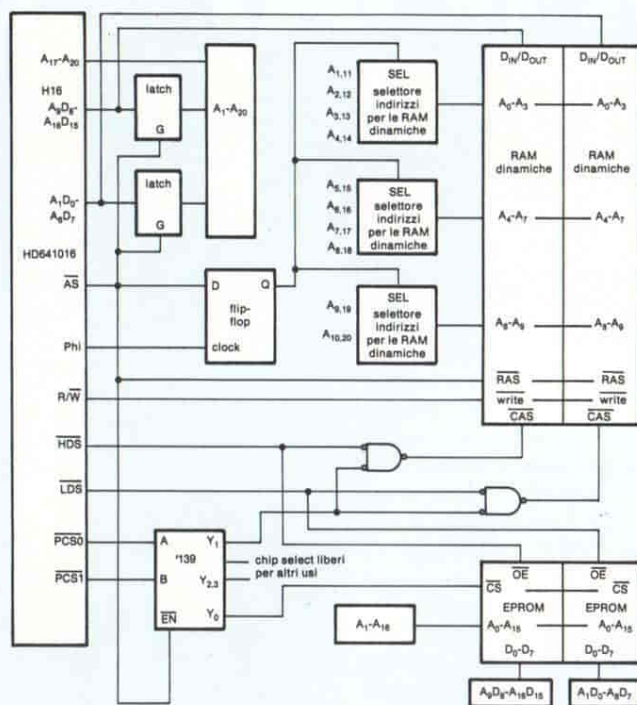

Fig. 6
Fig. 6 - Una evoluzione dello schema della Figura 5: pur con un apporto considerevole di RAM dinamica e di RAM statica ed (E)EPROM esterne, si nota che lo schema non risulta per nulla appesantito, anche se confrontato con l'esempio precedente. Questo perché l'HD-641016 contiene già tutti i circuiti di controllo e supporto necessari per implementare progetti anche piuttosto complessi.